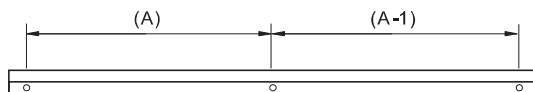

Fig. 1
1.2 Nachdem Sie die Position des Spiegelschranks gewählt haben, prüfen Sie, ob die Wand fest ist, messen Sie den Abstand der Löcher (A, A-1) in der Aluminiumleiste mit einem Maßband und markieren Sie ihn mit einem Bleistift an der Wand (Abb. 1).